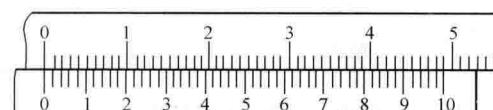

图 2-6 游标卡尺的刻线原理
(1) 刻线原理 分度值为 0.02 mm 的卡尺，尺身1格为 1 mm ，当两测量爪并拢时，尺身上的 49 mm 正好对准游标上的 50 格（图2-6）。则游标每1格的值为 $49 \text{ mm} \div 50 = 0.98 \text{ mm}$ ，尺身与游标每1格相差的值为 $1 \text{ mm} - 0.98 \text{ mm} = 0.02 \text{ mm}$ 。
(2) 使用方法